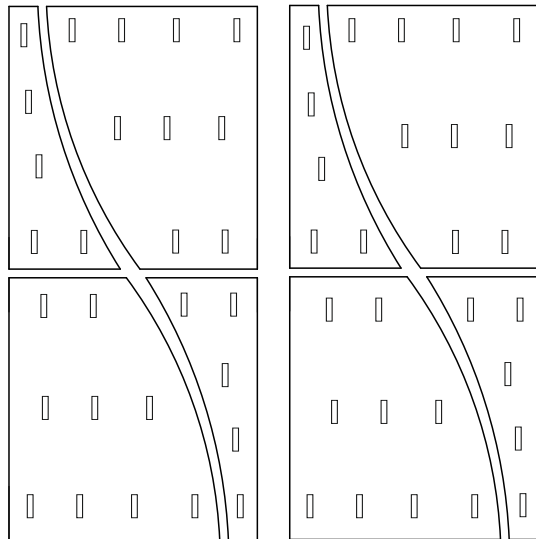

Рис.11
13. Далее следует удалить защитные материалы с зеркал, перевернуть их тыльной стороной вверх и уложить на ровную тканевую поверхность. Протереть пыль (желательно обезжирить поверхность спиртосодержащей жидкостью) и наклеить 2-х сторонний скотч из комплекта фурнитуры согласно рис.11. Для дополнительной фиксации зеркал рекомендуется воспользоваться клеем «Жидкие гвозди» (не входит в комплект изделия).